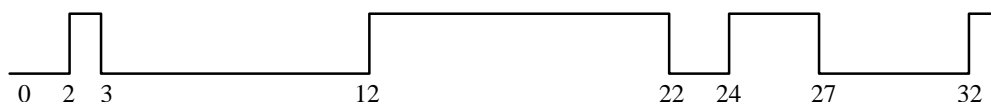

图 1、习题 1 波形图
2.1、设计一个 Verilog 模块，产生图 1 所示的波形。